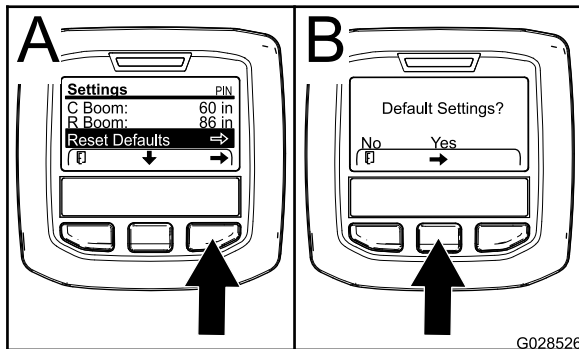

Figura 75
- Pulse el botón de selección central para ir a la opción Restablecer ajustes predeterminados (Figura 75).
- En la pantalla Ajustes predeterminados, pulse el botón de selección izquierdo para No o el botón de selección derecho para Sí (Figura 75).